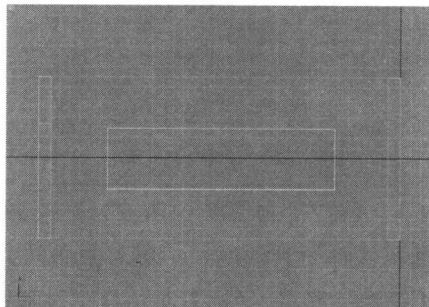

图 1-10 创建用来进行窗洞布尔的长方体
Step 9 激活前视图，单击【创建】面板中的  按钮，选择 **长方体** 工具，在前视图中创建另一个长方体用来进行窗洞布尔，在【参数】卷展栏中设置其长度为 60、宽度为 220、高度为 40，如图 1-10 所示。